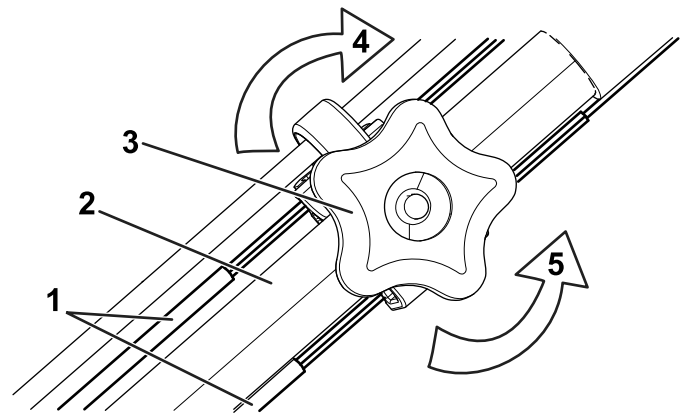

図 29
- 調整ねじを左に回してケーブルの調整をゆるめる 図 29。
- 両方のケーブル 図 29 を押し引きして適当なテンションに調整できたら、両方が同じ長さになるようにしてその位置に保持する。